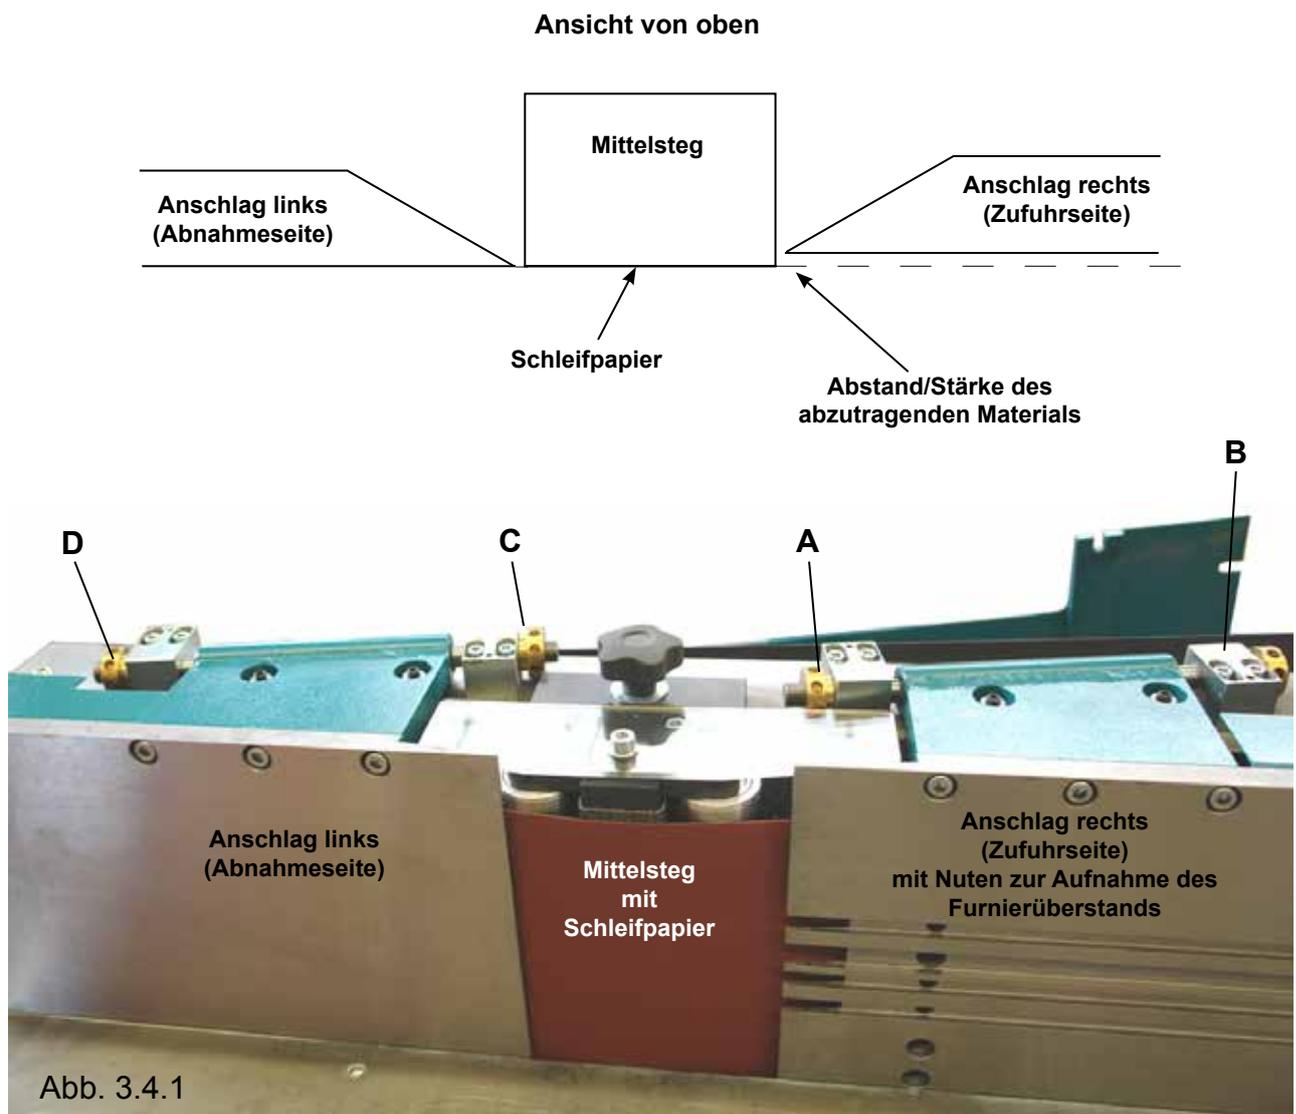

Abb. 3.3.2
5. *Bei Model KS2600FU zusätzlich die Furnier-Anschläge hochklappen! (s. Abb.3.3.2)*